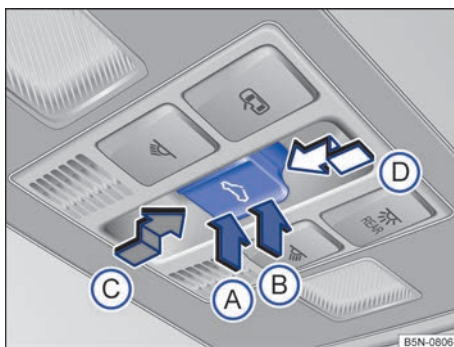

Fig. 87 En el revestimiento interior del techo: tecla del techo de cristal. ▶
- *Ajustar la posición deflectora:* Pulse la tecla por la zona → **fig. 87 B** hasta el primer nivel. Función automática: Pulse la tecla por la zona → **fig. 87 B** hasta el segundo nivel.
- *Cerrar el techo de cristal situado en la posición deflectora:* Pulse la tecla por la zona → **fig. 87 A** hasta el primer nivel. Función automática: Pulse la tecla por la zona → **fig. 87 A** hasta el segundo nivel.
- *Abrir el techo de cristal:* Presione la tecla en la dirección → **fig. 87 C** hasta el primer nivel. Función automática hasta la posición de confort: Presione la tecla en la dirección → **fig. 87 C** hasta el segundo nivel.
- *Cerrar el techo de cristal:* Presione la tecla en la dirección → **fig. 87 D** hasta el primer nivel. Función automática: Presione la tecla en la dirección → **fig. 87 D** hasta el segundo nivel.
- *Detener la función automática durante la apertura o el cierre:* Presione de nuevo la tecla en la dirección → **fig. 87 C** o → **fig. 87 D**.
- Presione la tecla  en la dirección → fig. 87  hasta el segundo nivel hasta que el techo se cierre completamente.